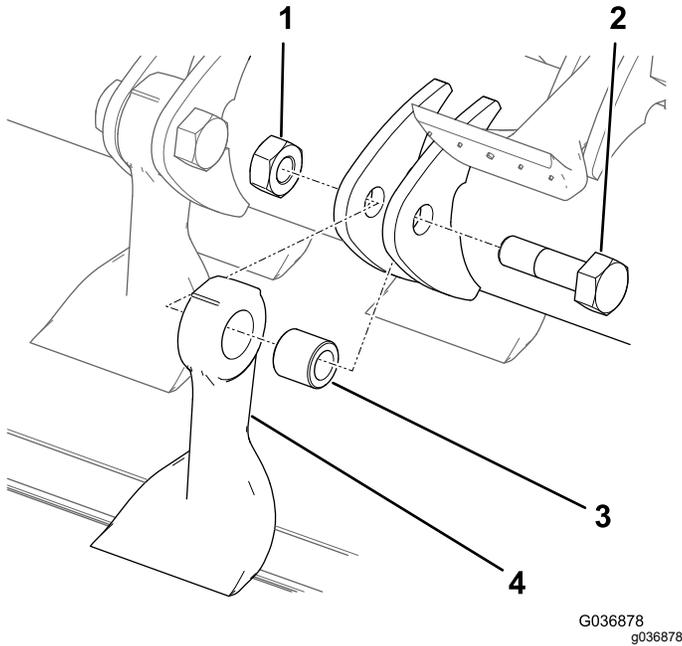

Figura 74
8. Sujeta la cuchilla con un trapo o un guante acolchado y retire la tuerca, el perno, el casquillo y la cuchilla (Figura 74).
10. Instale una cuchilla y casquillo nuevos con una tuerca nueva y un perno nuevo (Figura 74).